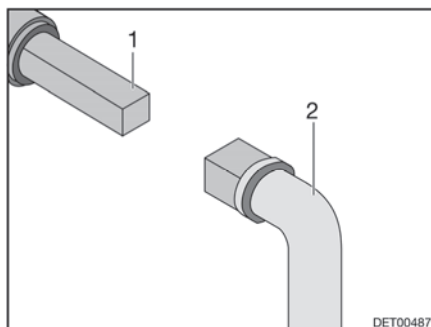

Bild 116 Handhavande avloppsventil
- Sätt nyckeln (Bild 116,2) mot fyrkanten (Bild 116,1).